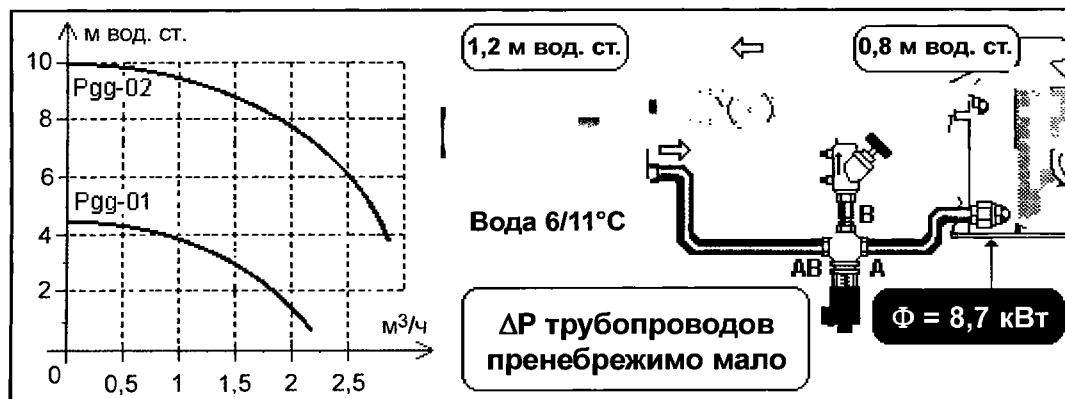

Рис. 98.62.
На рис. 98.62 клапан V3V предназначен для регулирования холодопроизводительности батареи воздухоохладителя мощностью 8,7 кВт.
- 4) Какой из двух насосов Pgg (см. рис. 98.62) вы установите?